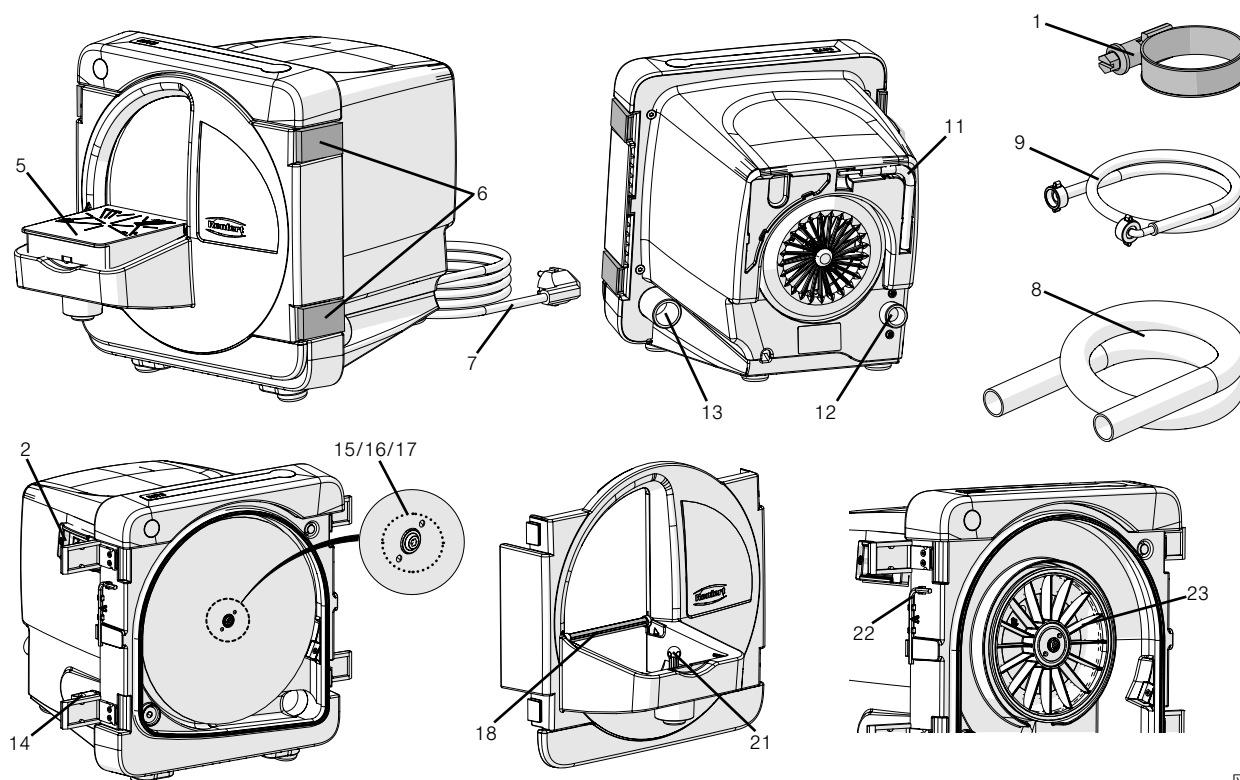

図. 1
- 電源コンセントに電源プラグを差し込んでください (7, 図 1 および 2)。
“On/Off”スイッチ (2, 図1) で、本装置の電源を入れたり、切ったりしてください。